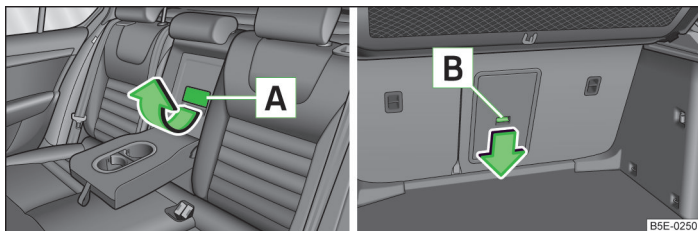

Abb. 76 Rücksitze: Deckelgriff / Gepäckraum: Entriegelungstaste
- Den Griff **A** » Abb. 76 in Pfeilrichtung ziehen und den Deckel herunterklappen.
- Die Entriegelungstaste **B** » Abb. 76 in Pfeilrichtung schieben und den Deckel mit der Armlehne nach vorn klappen.
Darauf achten, dass die Armlehne nach dem Schließen immer eingerastet ist. Das lässt sich daran erkennen, dass das rote Feld oberhalb der Entriegelungstaste **B** » Abb. 76 vom Gepäckraum aus nicht zu sehen ist.